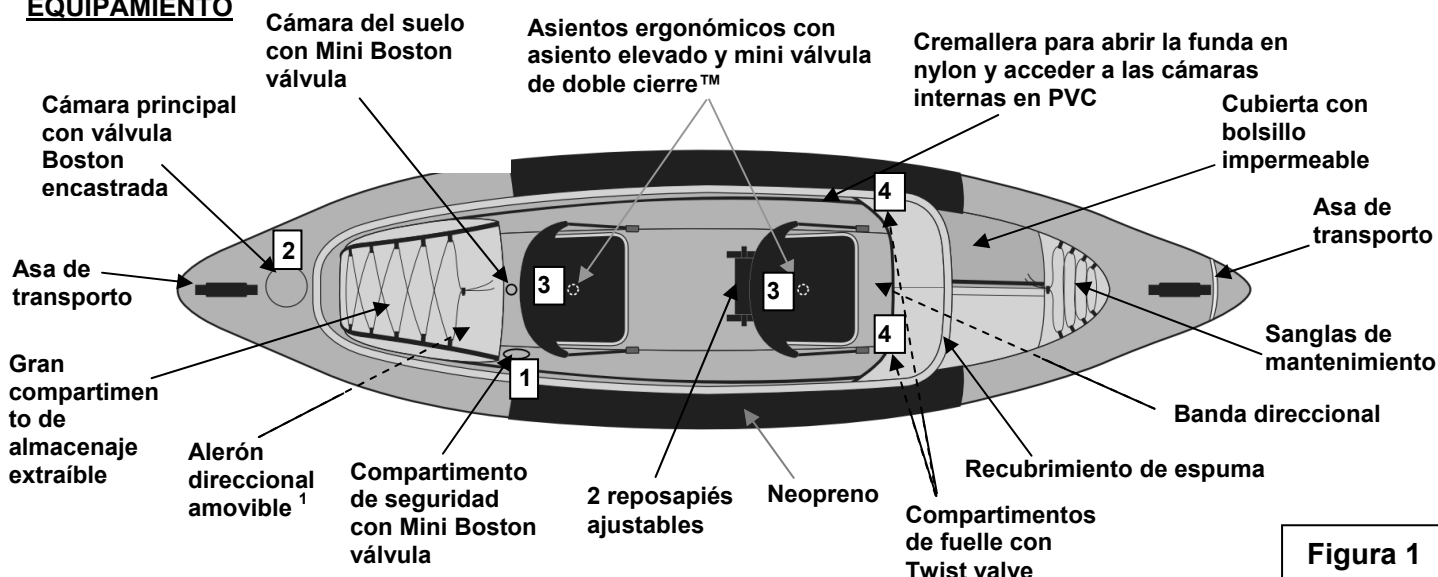

Figura 1
3. Hinchar el producto siguiendo el orden de hinchado indicado en la placa de identidad imprimida sobre el producto (referirse también a la figura 1, numeración de las válvulas).